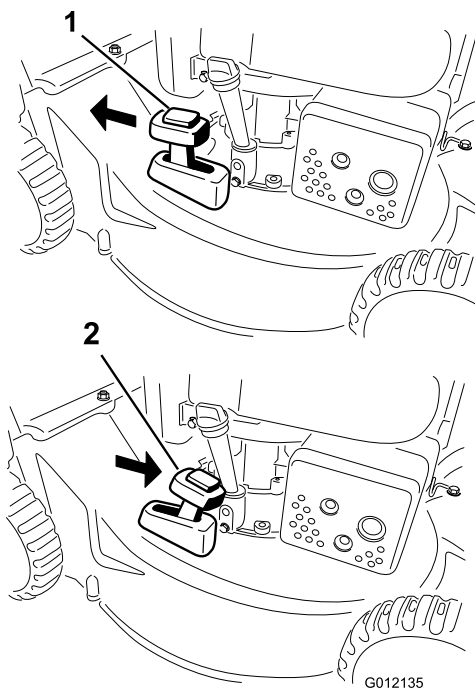

Figura 15
2. Pulse el botón situado en la palanca de Reciclado/ensacado y mueva la palanca al modo de **reciclado** (modelo 20836 solamente) (Figura 15).
2. Para ensacar los recortes de hierba, instale la bolsa de recortes (consulte Instalación de la bolsa de recortes). Pulse el botón situado encima de la palanca de Reciclado/ensacado y mueva la palanca al modo de **ensacado** (modelo 20836 solamente) (Figura 15).
Nota: La palanca de reciclado/ensacado debe estar en el modo de **ensacado** (Figura 15).